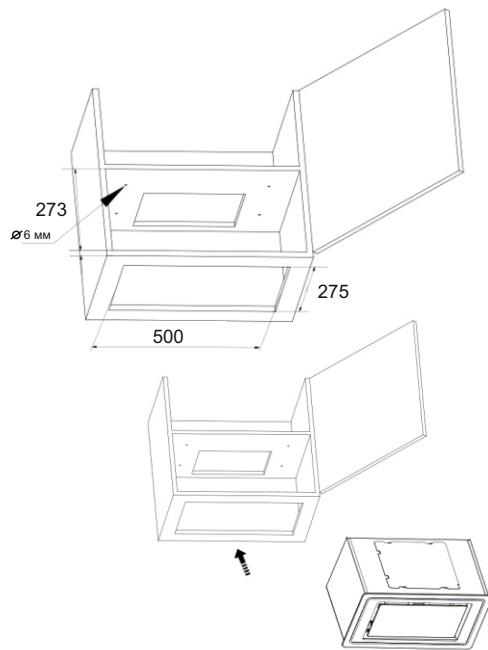

Рис. 8 Схема монтажа вытяжки
1. Перед установкой необходимо сделать отверстие в кухонном шкафу в соответствии с (Рис. 8)
3. Установите вытяжку в кухонный блок с отверстием 500x275 мм (Рис. 8.)